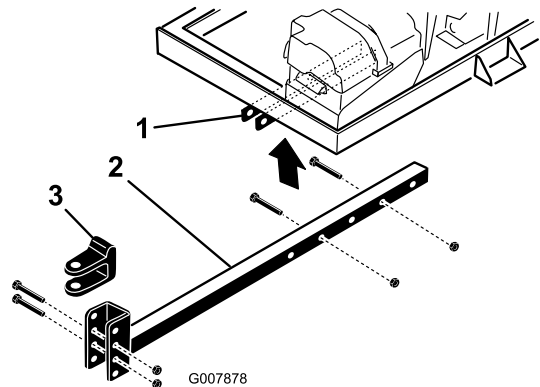

Figure 4
2. Insérez le tube d'attelage dans les supports du cadre (Figure 4). Fixez le tube au cadre à l'aide de 2 boulons ( $\frac{3}{8}$  x 3 po) et écrous à embase ( $\frac{3}{8}$  po) serrés à 40 N·m (30 pi-lb).
- Retirez les boulons et les contre-écrous qui fixent la chape d'attelage (Figure 4) au tube d'attelage.
- Retirez les boulons et écrous qui fixent le tube d'attelage aux supports du cadre (Figure 4).